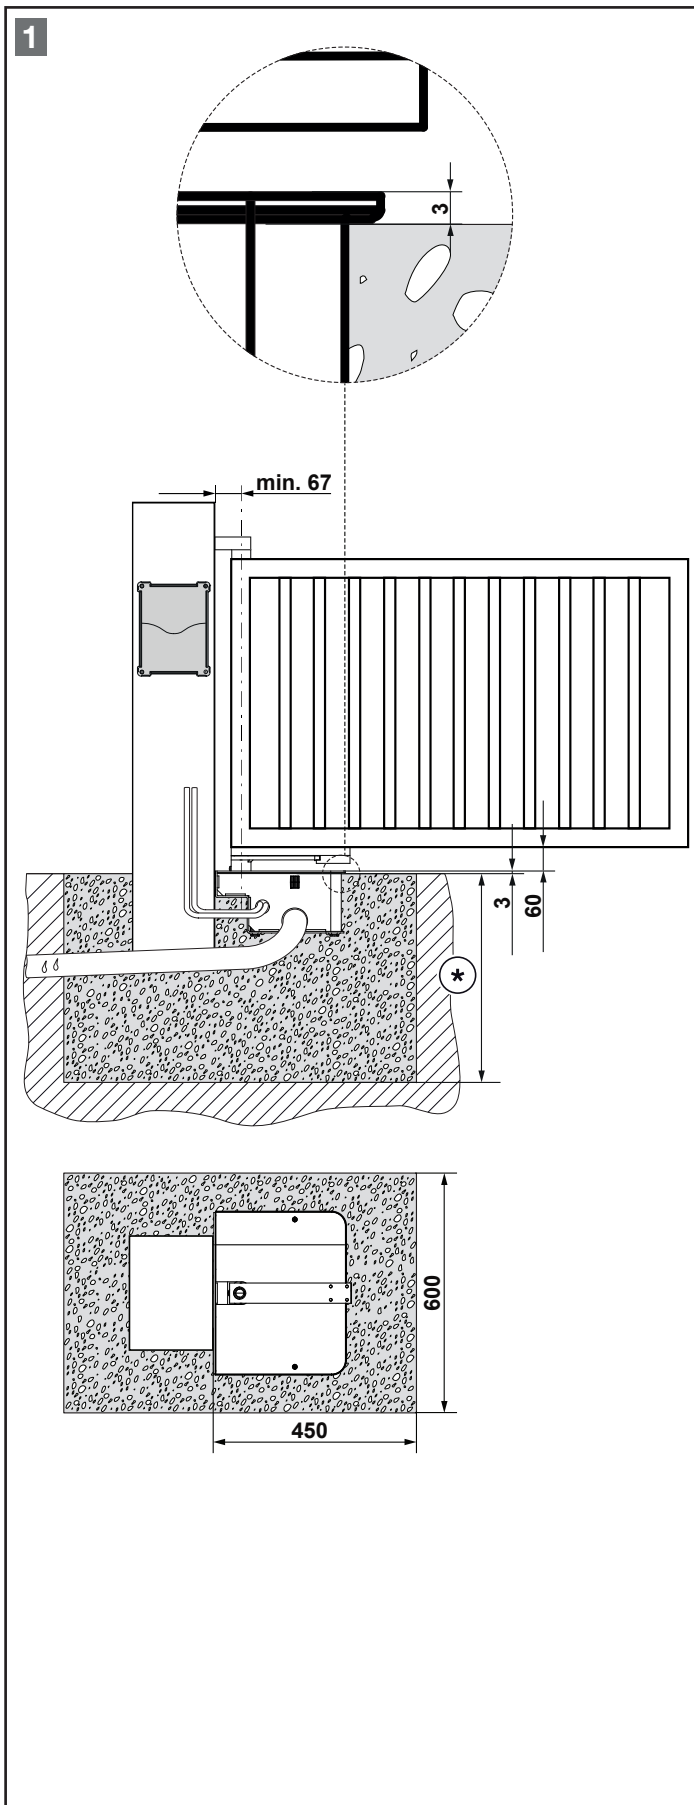

Bild 1 - Fundament
- Anschließend das Unterflurgehäuse einsetzen und einbetonieren, siehe „Bild 1 - Fundament“. Die Markierung ⊛ steht hierbei für die frostfreie Tiefe (in Deutschland = 80 cm).